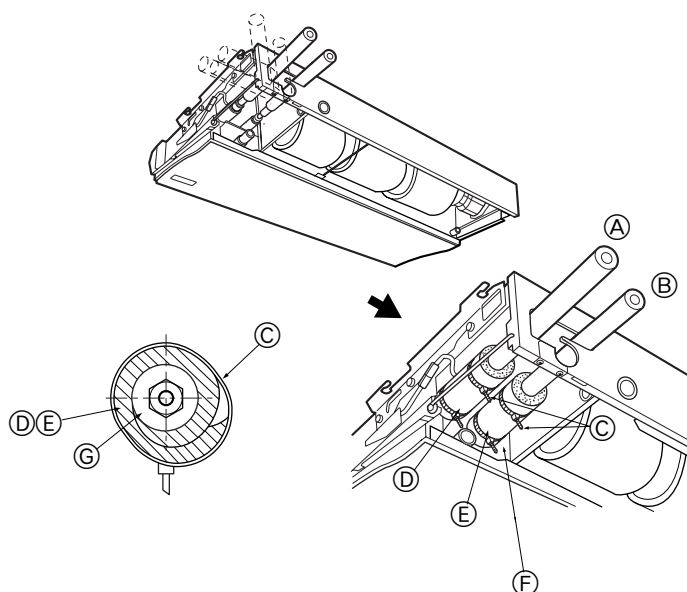

Fig. 4-2
4.2. Binnenapparaat (Fig. 4-2)